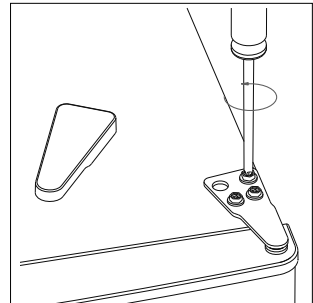

Abb. 5
- ▶ Lösen Sie die drei Schrauben am oberen Scharnier (2) mit einem Kreuzschraubendreher (siehe **Abb. 5**).